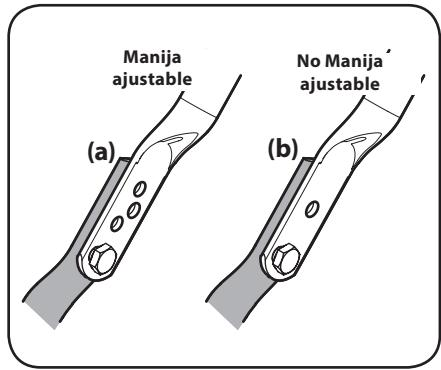

Figura 2-11
- Extraiga los tornillos de cabeza hexagonal (a) de la parte posterior de la manija (dos a cada lado). Consulte la Figura 2-11.